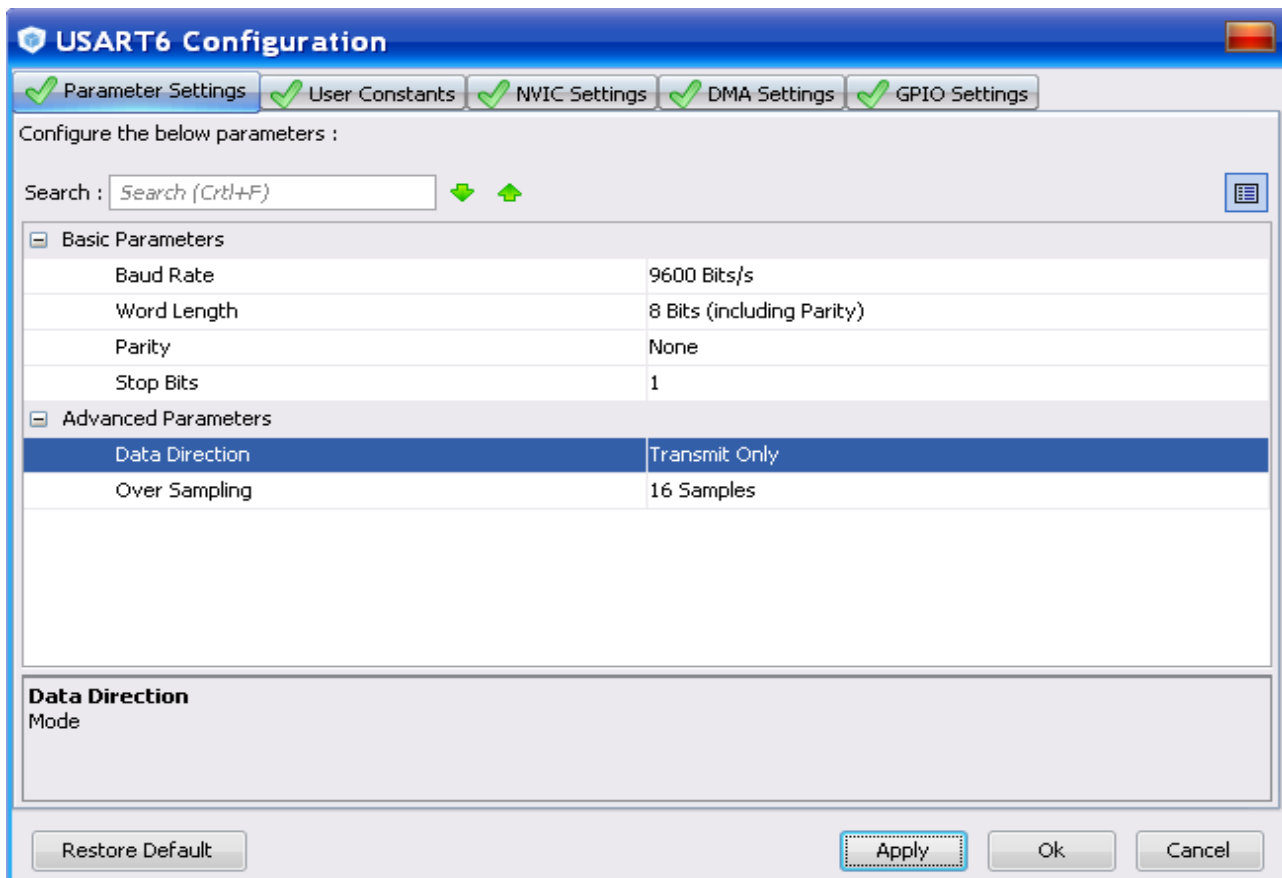

Рисунок 4.8 – Налаштування USART6
7. Скоригуємо налаштування для *USART6* (рисунок 4.8).